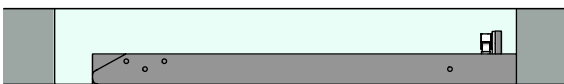

Рис. 8 (вид сверху)
- 2) Расположите люк в глубину проёма так, чтобы он был в одной плоскости с подготовленной стеной под клей и плитку (Рис.8).